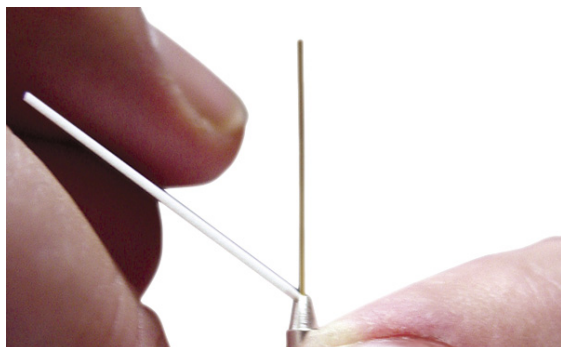

図 12.
- 2 リントフリー手袋を装着し、先端を適切に確認します。直角で、亀裂がないことをチェックします。必要に応じて、先端を適切に確認します。図 12 を参照してください。